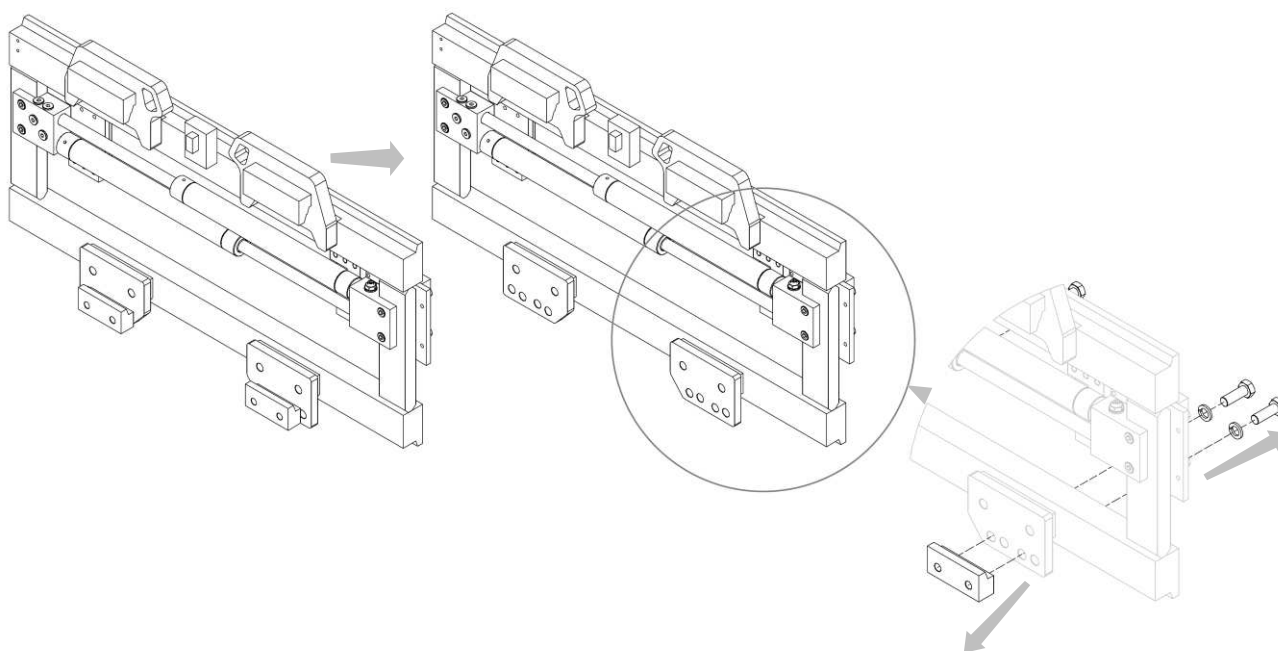

Figura 3
4. Rimuovere i ganci inferiori dall'attrezzatura (vedi *Figura 3*).